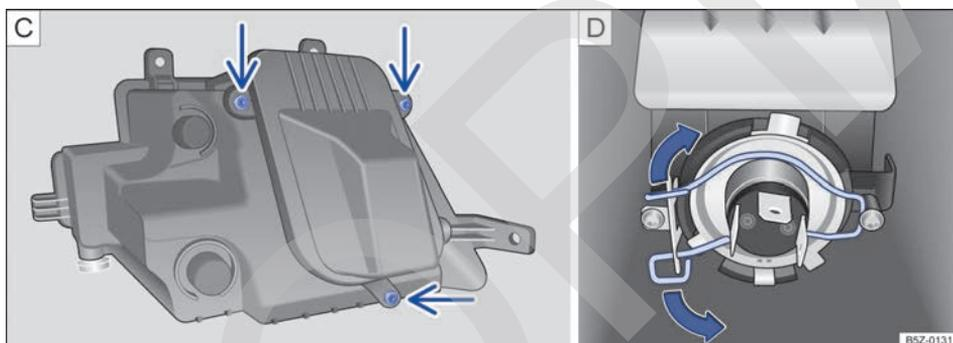

Fig. 188 En el paragolpes delantero: **C** retirar los tornillos de la cubierta de la bombilla y **D** bombilla del faro de neblina.
6. Retirar los tornillos indicados por las flechas → fig. 188 **C**, para acceder a la bombilla del faro de neblina.
8. Comprimir el resorte de bloqueo en el sentido de la flecha → fig. 188 **D** y moverlo para desbloquear la bombilla.